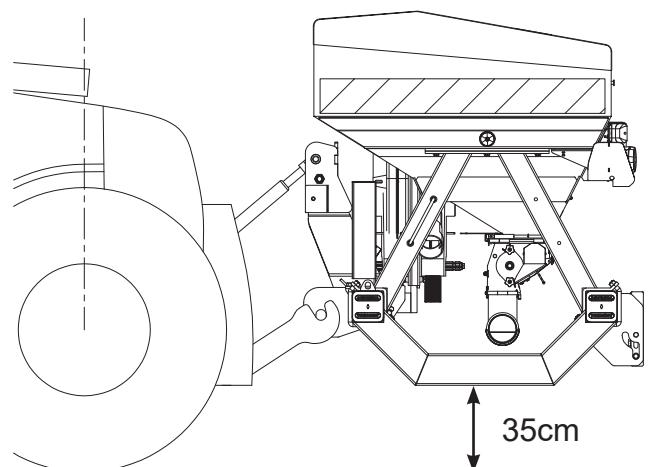

Fig.2
- En position normale de travail, la garde au sol sous les tubes latéraux du châssis est de 35 cm environ (fig.2).